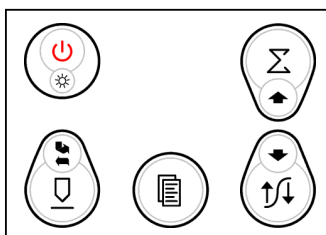

Рисунок 1 – Клавиатура управления ферритометром
– пленочная клавиатура с органами управления (см. рисунок 1).